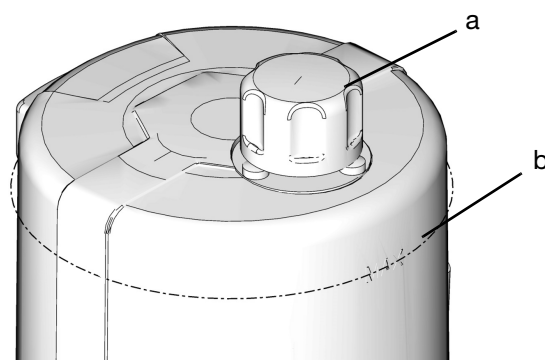

FIG. 21
- Ne pas remplir excessivement (FIG. 21).